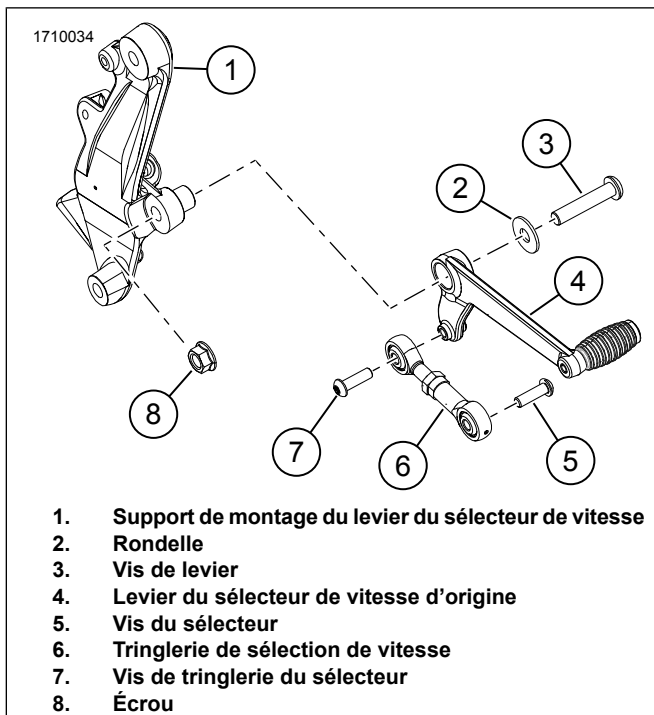

Figure 2. Levier du sélecteur de vitesse d'origine
1. Voir la figure 2. Retirer la vis du sélecteur (5).
2. Retirer la vis (3), la rondelle (2) et l'écrou (8) du levier.
- a. Éliminer la vis (3) et la rondelle (2) du levier.
3. Déposer le levier du sélecteur de vitesse Équipement d'origine (Équipement d'origine) (4) de son support de montage (1).
4. Retirer la vis de la tringlerie de sélection de vitesse (7) et déposer la tringlerie de sélection de vitesse (6).
5. Éliminer le levier du sélecteur de vitesse Équipement d'origine (4).